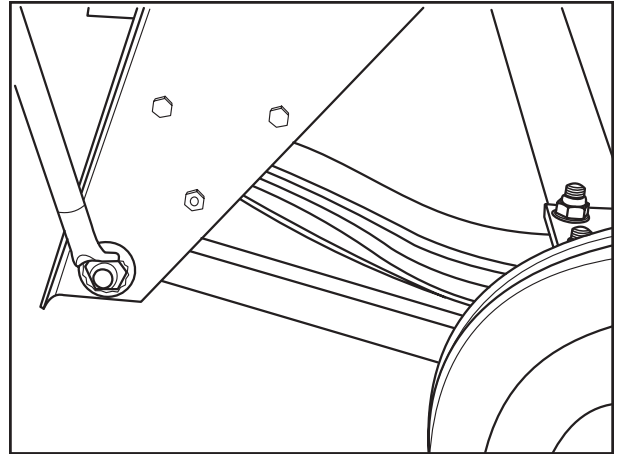

Fig. 1
- [4] Sicherungsmuttern (Fig. 1) von den Befestigungsschrauben der linken und rechten Verbindungsstange schrauben.
- Ausführung mit starrer Verbindungsstange an der Stütze (Fig. 1).
- [4] Unscrew locking nuts (Fig. 1) from the securing bolts of the left and right connecting rod.
- Design according with rigid connecting rod at the hanger bracket (Fig. 1).
- [4] Dévisser les écrous de sûreté (fig. 1) des vis de fixation des barres d'accouplement gauches et droites.
- Version de la barre d'accouplement fixe sur la main (fig. 1).